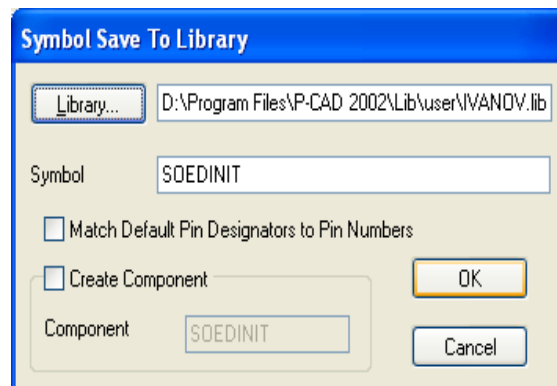

Рис. 4.63 - Запись УГО электрического соединителя в библиотеку
- Выполнить команду **Symbol/Save** и в появившемся окне щелкнуть по кнопке **Library**, где в открывшемся окне выбрать библиотеку **Ivanov.lib**. В поле **Symbol** набрать имя элемента «**Soedinit**» и нажать кнопку **OK** (рис. 4.63).
- Выполнить команду **Place Attribute**. В результате появится диалоговое окно **Place Attribute**, в котором в области **Attribute Category** выбрать **Component**. В соседней области **Name** выделить цветом **RefDes**. В поле **Text Style** выбрать стиль **Arial3_Italic**. Выравнивание текста **Justification** установить по центру. Нажать кнопку **OK**. Курсор установить над точкой привязки и щелкнуть ЛК (см. рис. 4.63).